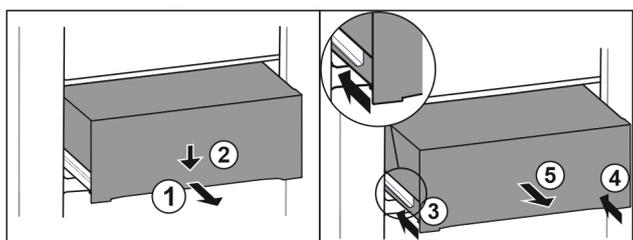

Fig. 114
- Vytiahnite zásuvku do polovice. Fig. 114 (1)
- Zatlačte zásuvku na prednej strane smerom nadol. Fig. 114 (2)
- Zasuňte ľavú koľajničku o cca 2 cm. Fig. 114 (3)
- Zasuňte pravú koľajničku o cca 2 cm. Fig. 114 (4)
- Odoberte zásuvku dopredu. Fig. 114 (5)